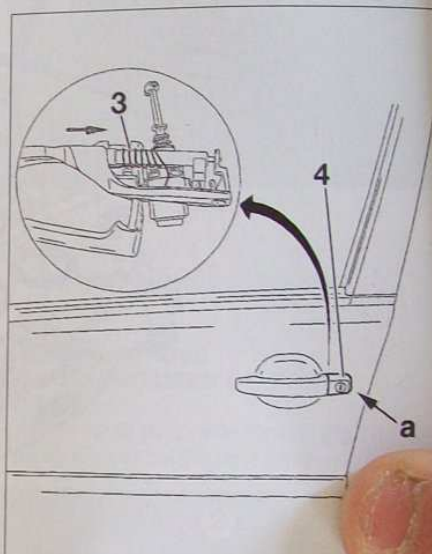
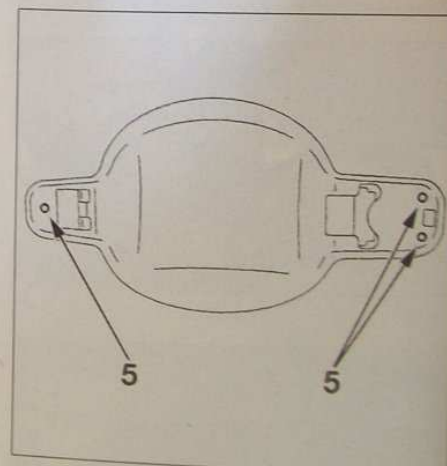

FIG.38
FIG.39
- De l'intérieur, Décliper le ressort (3) (Fig.38).
- Décliper l'enjoliveur de barillet (4) en (a).
- Percer les rivets (5) à l'aide d'un foret de 5 mm (Fig.39).